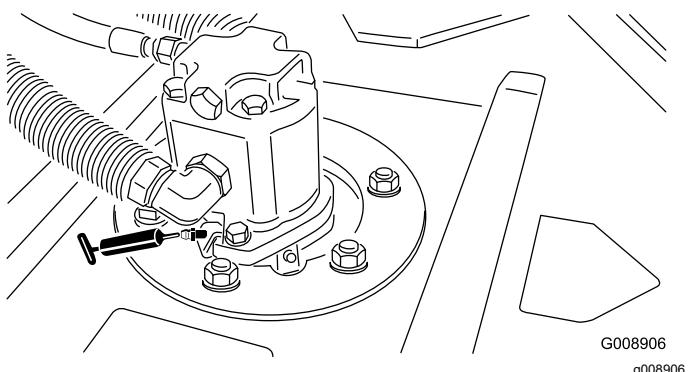

**Bild 48**
- Heckrollenlager (2 pro Schneideeinheit)—Bild 48